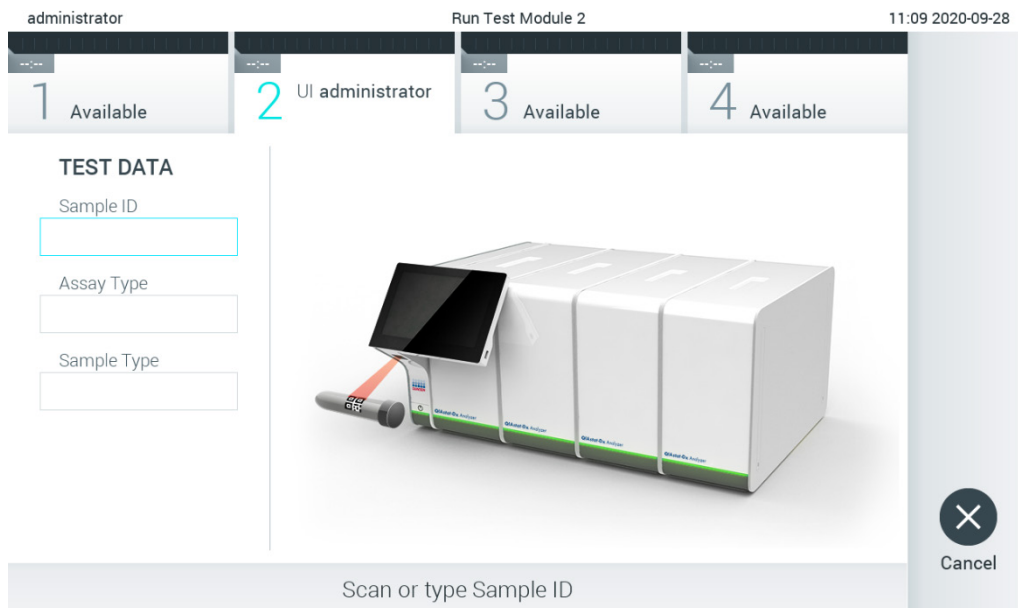

図 82. サンプル ID バーコードをスキャン
2. 指示されたら、操作モジュールに内蔵のバーコードリーダーを使用してサンプル ID バーコードをスキャンします (図 82)。